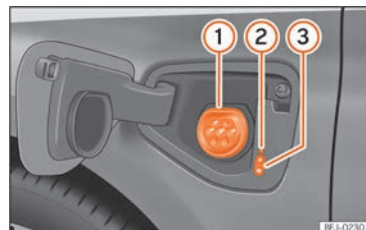

Abb. 55 Hinter der Batterieklappe vorn links: Ladedose.
» » (Abb. 55)
- Drücken Sie bei entriegeltem Fahrzeug auf die Batterieladeklappe, um diese zu öffnen »» [Abb. 55].